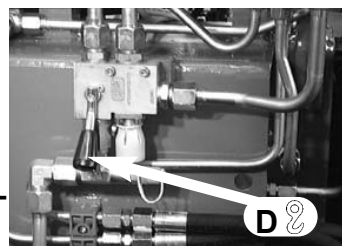

fig. 15a
- Lever **D** Deviator crane - outriggers ( - **E/S**). Fig. 15a - 15b